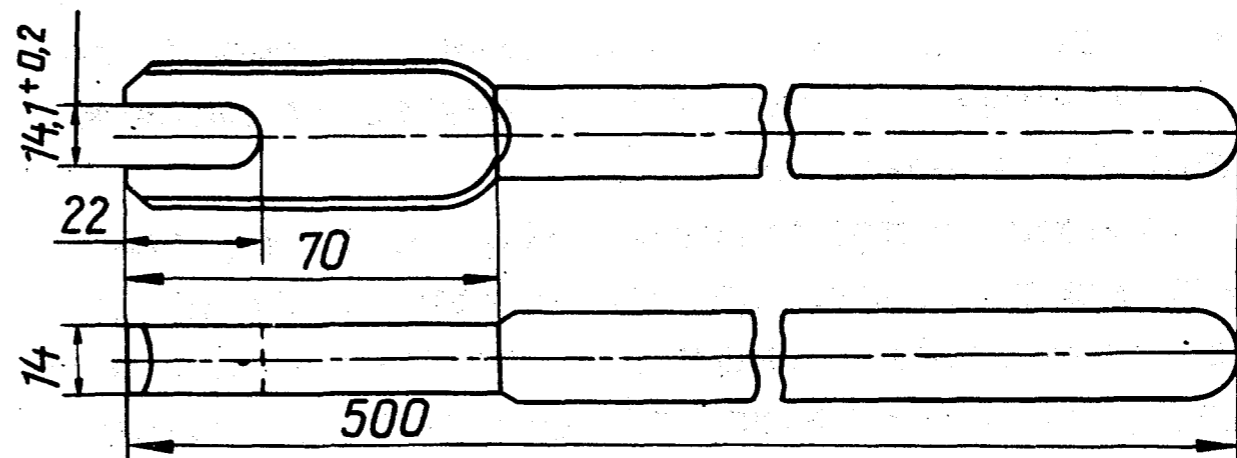

Рис. 148. Ключ для поворота и выбивки шкворня
2. Удалить нижнюю заглушку, для чего вставить специальный ключ, показанный на рис. 148, в вырез шкворня, образованный двумя плоскими лысками, и, поддерживая противоположный конец ключа рукой, силь-